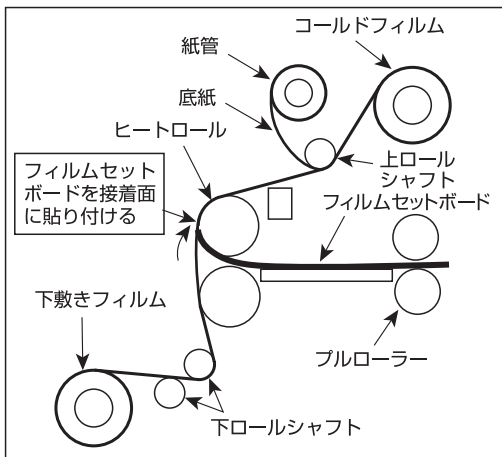

図2
6. ヒートローラーから出ているフィルムセットボードを図2のように上ヒートローラーにたらししているフィルムの接着面に貼り付けてください。
7. 下敷きフィルムを図2のように上ヒートローラーまで引張り上ヒートローラーにたらししたフィルムの接着面に交差するように貼り付けてください。